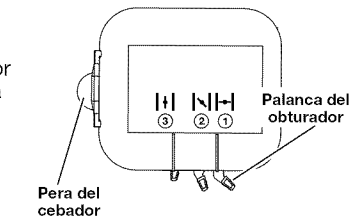

Fig. 9
- Oprima despacio la pera del cebador unas 10 veces. Deberá verse alguna cantidad de combustible en la pera del cebador y en las tuberías de combustible (Fig. 9).
- Coloque la palanca del obturador en la **Posición 1** (Fig. 9).
- Coloque la palanca del obturador en la **Posición 2** (Fig. 9).
- Coloque la palanca del obturador en la **Posición 3** (Fig. 9) y continúe calentando el motor durante 60 segundos más. La unidad se puede usar durante este tiempo